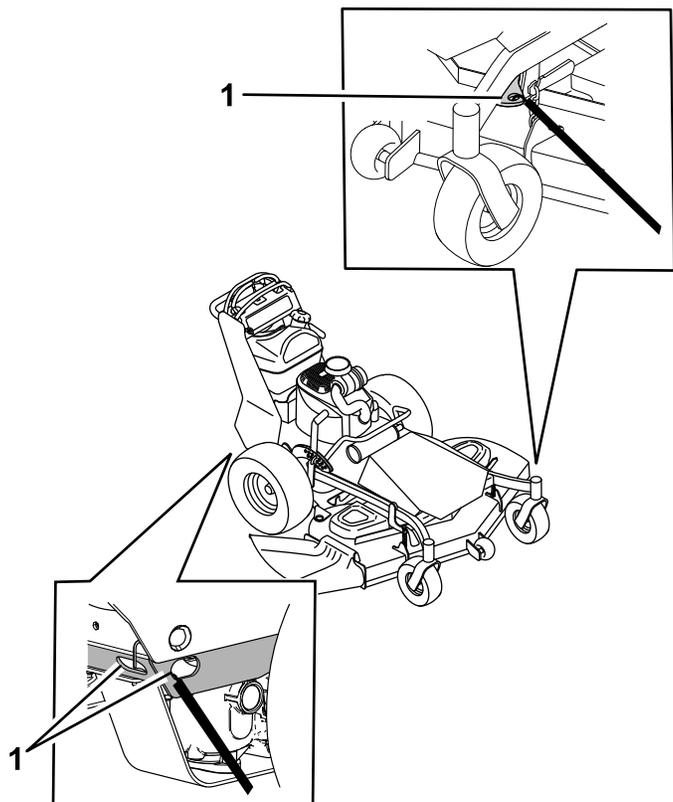

Рисунок 24
6. С помощью строп, цепей, тросов или канатов закрепите машину в точках, расположенных рядом с передними поворотными колесами и на заднем бампере (Рисунок 24). Изучите местные нормативные документы по требованиям к креплению оборудования.